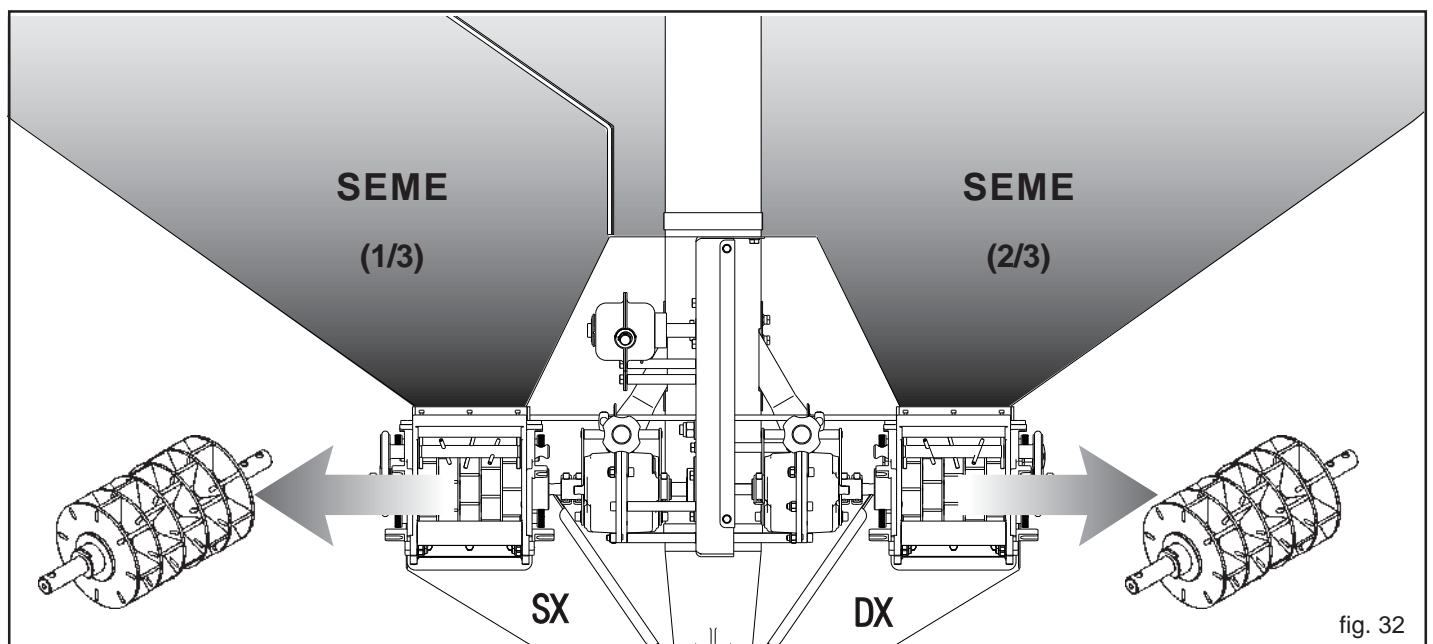

fig. 32
- 2) SEME-SEME (Fig. 32).
## 3.4.4.2 SEME-SEME (Fig. 32)